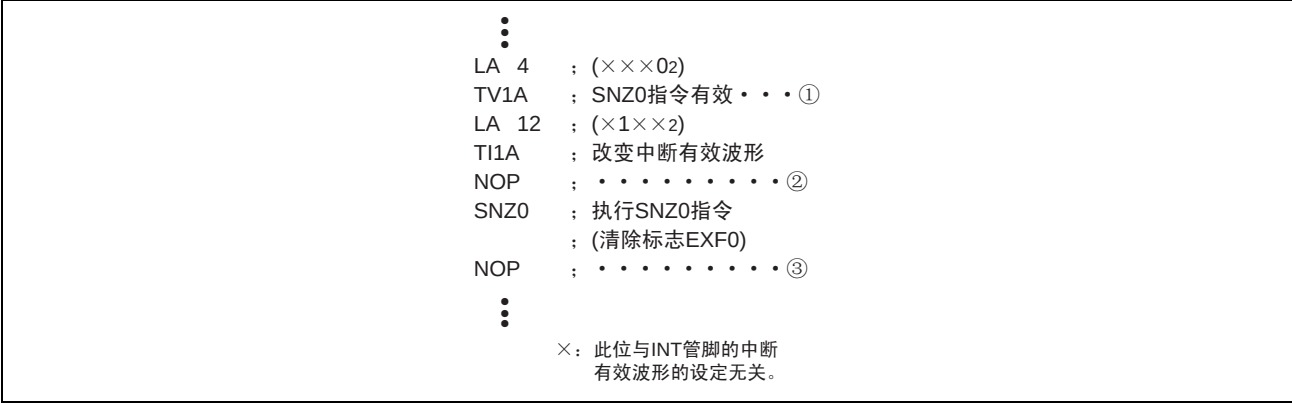

图 DD-8 外部 0 中断程序例子 3
- 在改变寄存器I1的位2的内容时，根据D5/INT管脚的输入状态，外部0中断请求标志（EXF0）有可能被置“1”。为了防止产生预料外的中断，必须在将中断控制寄存器V1的位0清“0”（图DD-8①）后，改变寄存器I1的位2的内容。而且，必须在间隔一条以上的指令后（图DD-8②）执行SNZ0指令，将标志EXF0清“0”。另外，考虑到由SNZ0指令引起发生跳越的情况，必须在SNZ0指令之后插入NOP指令（图DD-8③）。